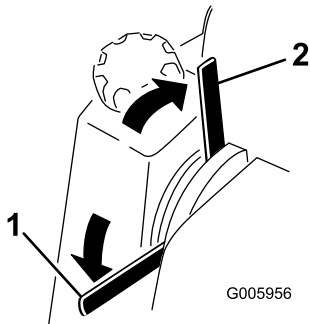

Figura 9
- Per inserire il freno di stazionamento, ruotate la leva verso il basso (Figura 9).
- Per rilasciare il freno di stazionamento, ruotate la leva verso l'alto (Figura 9).